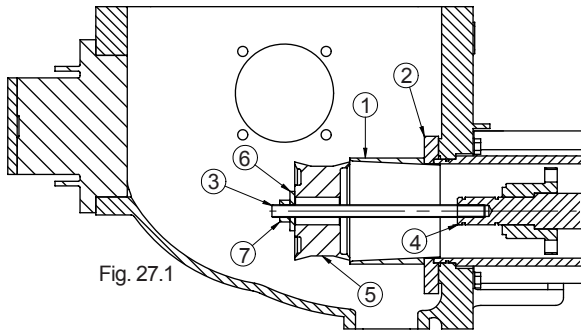
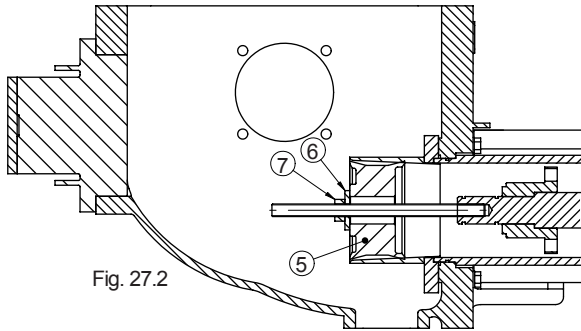
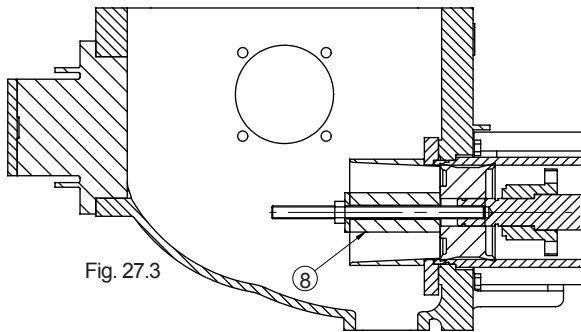

Fig. 27.1
Fig. 27.2
Fig. 27.3
- Positionner la bague de centrage (Fig. 27.1 Rep. 1) dans le logement de la plaque anti-usure (Fig. 27.1 Rep. 2).
- Visser le boulon (Fig. 27.1 Rep. 3) sur l'arbre (Fig. 27.1 Rep. 4) ; placer le piston sur l'ouverture de la bague de centrage (Fig. 27.1 Rep. 5), puis monter la rondelle (Fig. 27.1 Rep. 6) ; commencer à visser l'écrou (Fig. 27.2 Rep. 7) jusqu'à ce que le piston se trouve totalement à l'intérieur de la bague (Fig. 27.2 Rep. 5).
- Dévisser l'écrou (Fig. 27.2 Rep. 7) ; enlever la rondelle (Fig. 27.2 Rep. 6) et ajouter la rallonge (Fig. 27.3 Rep. 8) ; ensuite de quoi, refaire la procédure de vissage pour pousser complètement le piston jusqu'en butée.